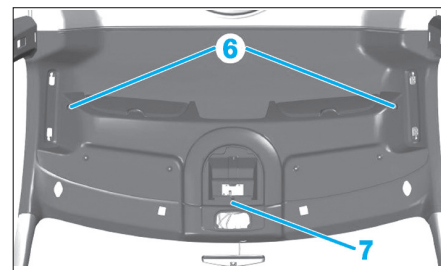
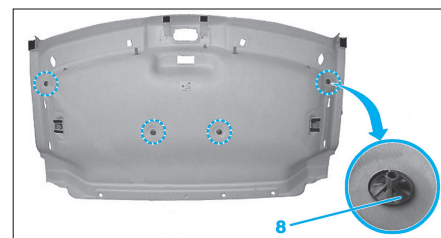

Fig. 41
Fig. 42
- Déposer les deux vis situés aux extrémités du pavillon (6) (Fig.41).
- Déposer la garniture de pavillon (7).
- Couper les circlips (8) pour désolidariser le support de la garniture (Fig.42).